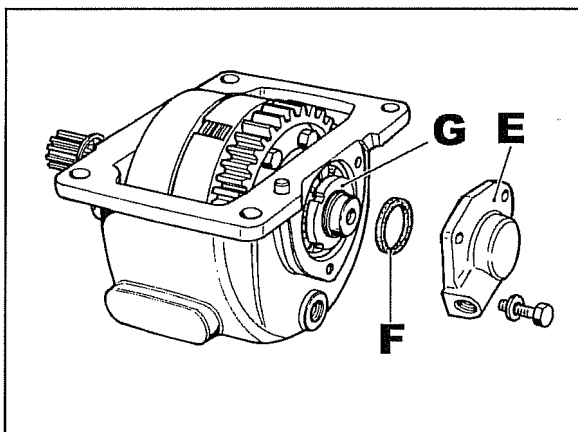

Fig. 3
- 5 Tirar a tampa **E** fig. 3 depois tirar o anel de vedação quadring **F**.
- 6 Tirar a bucha **G** fig. 3.